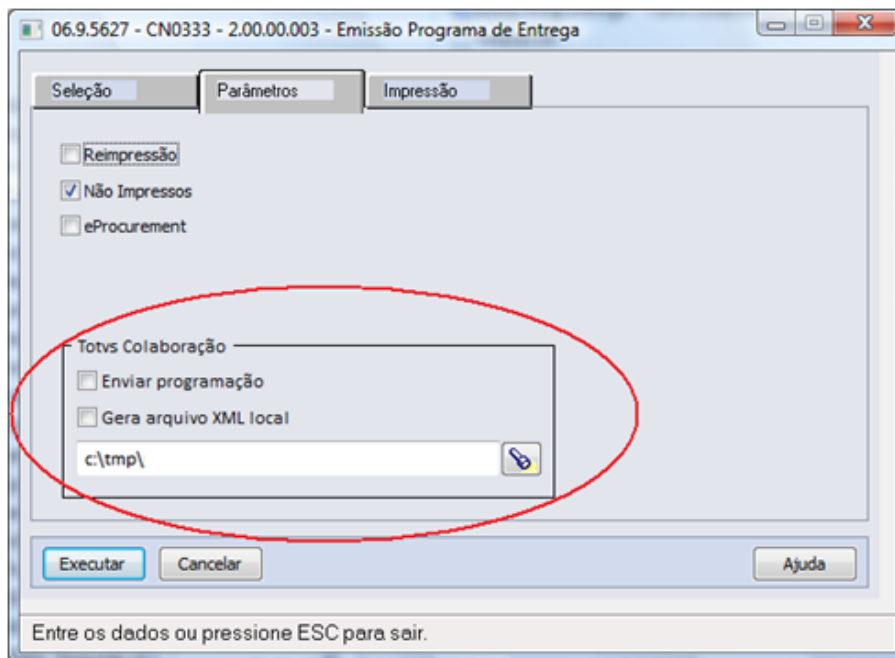

Figura 13 – Emissão de Programa de entrega – Folder Parâmetros
- Emissão de Programa de entrega – Realiza o envio de programação de entrega para o fornecedor via TOTVS Colaboração. Deve ser marcada a opção “Enviar programação” para que seja enviada a mensagem XML para o TSS, conforme figura 13.